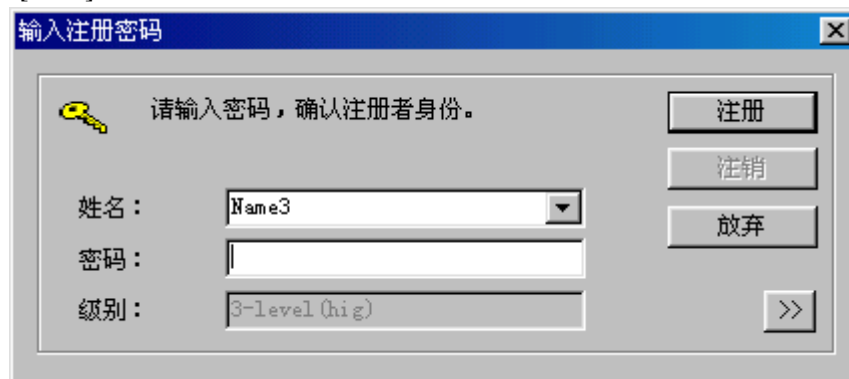

图 5-8
1. 单击[注册]按钮, 显示“输入注册密码”对话框。如图 5-8 所示。